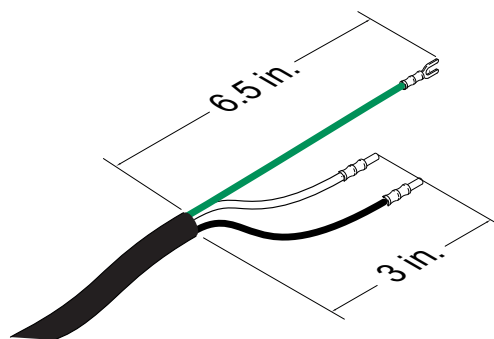

图 13：电源线
1. 关闭断连开关 (AZ)。
- 必要时添加套圈。参见图 13。